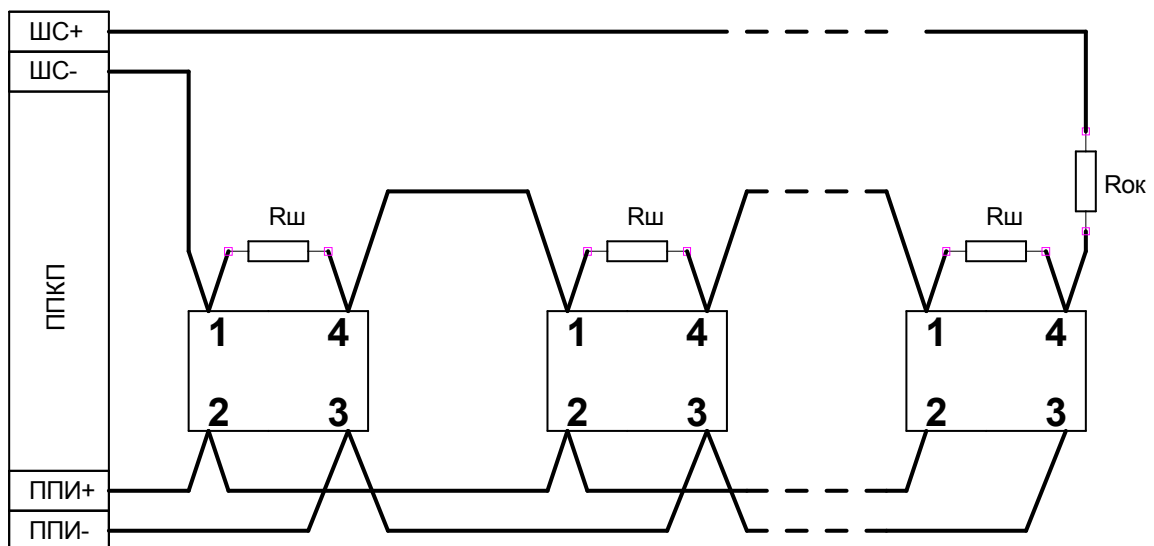

Рис. 5. Схема подключения извещателей с релейным выходом (нормально замкнутые контакты).
6.6 4-проводные извещатели (ИПК-9/1, ИПК-9/2) подключаются в соответствии с документацией на прибор, с которым они используются, например, в соответствии с рис. 5.